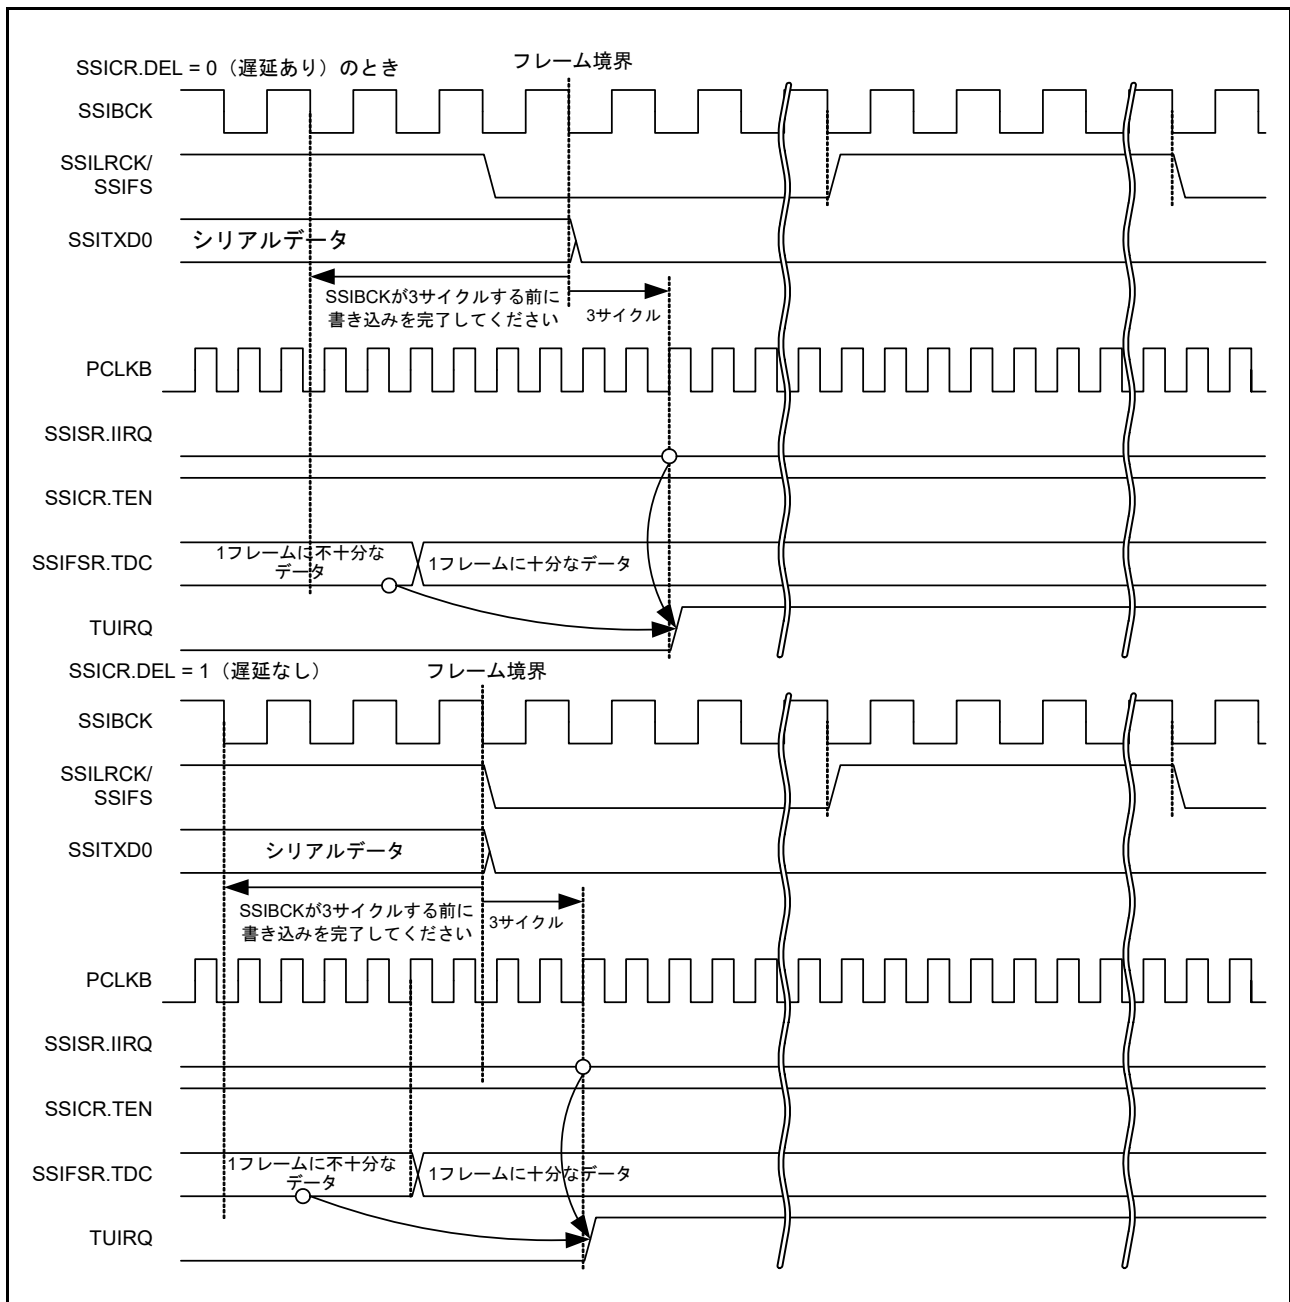
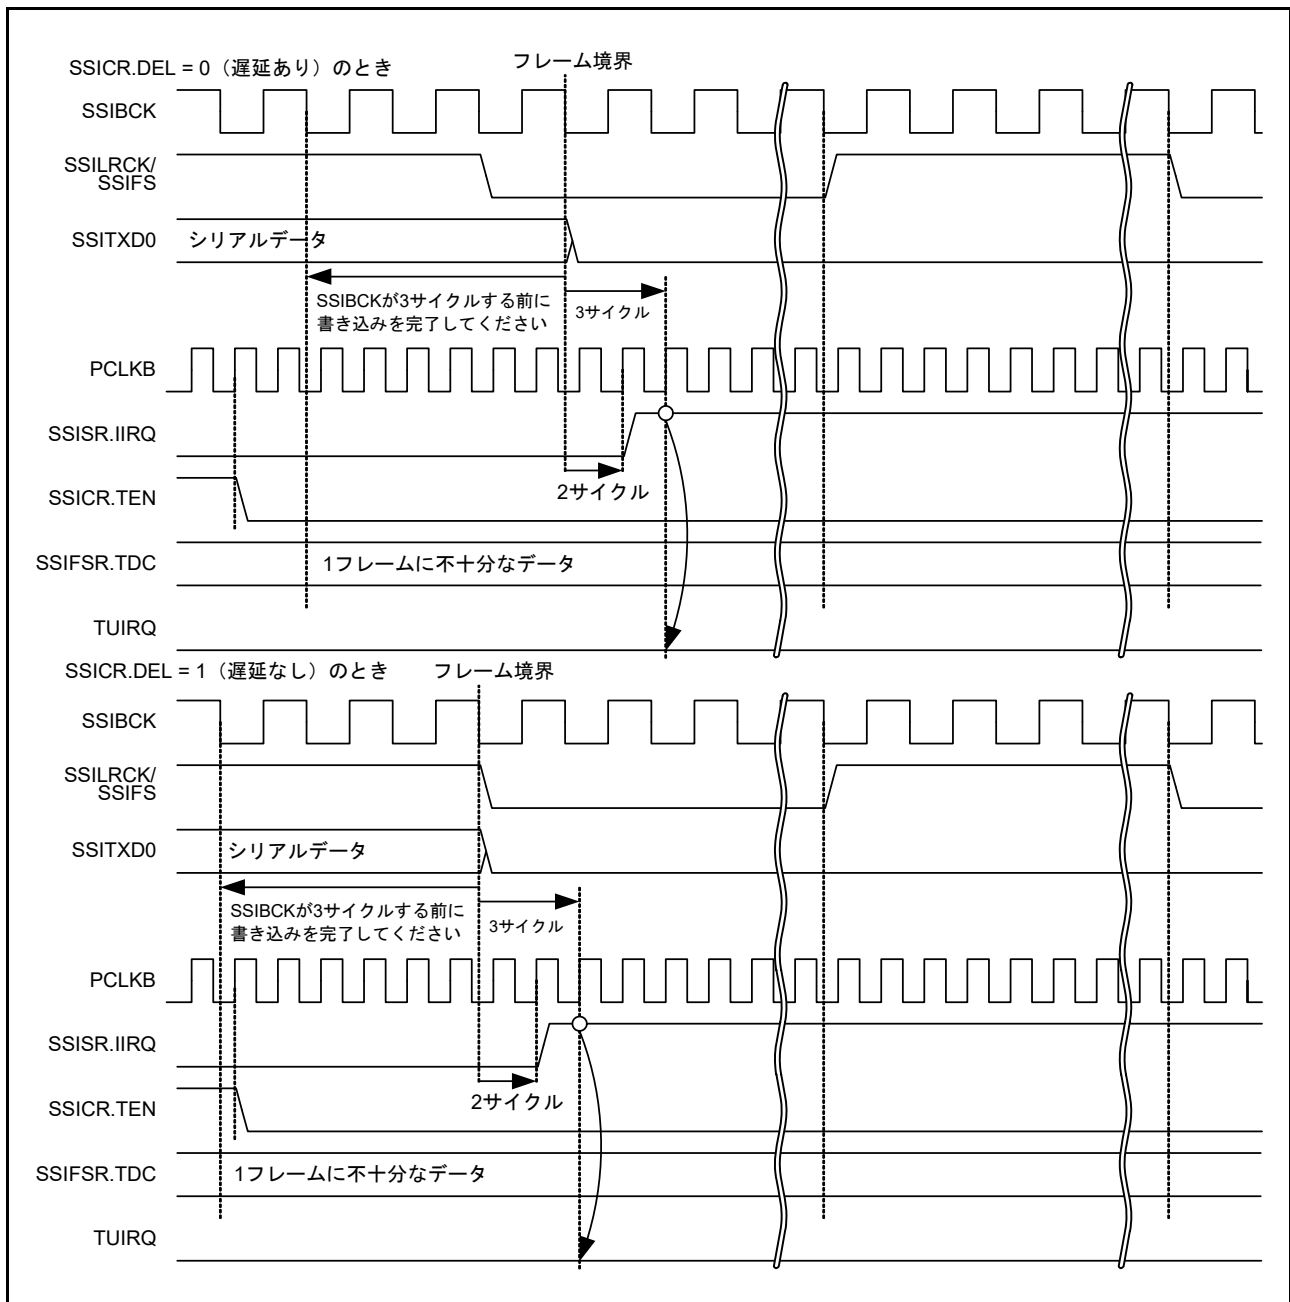

図 35.18 TUIRQ 設定タイミング (通信が継続する場合)
図 35.19 TUIRQ 設定タイミング (通信が停止する場合)
- フレーム境界を越えて通信が継続する場合に、次のフレームに必要な送信データが SSIFTDR に書き込みされなかったとき。詳細は、図 35.18 および 図 35.19 を参照してください
- フレーム境界から PCLKB の 3 サイクルが経過したとき。詳細は、図 35.18 を参照してください